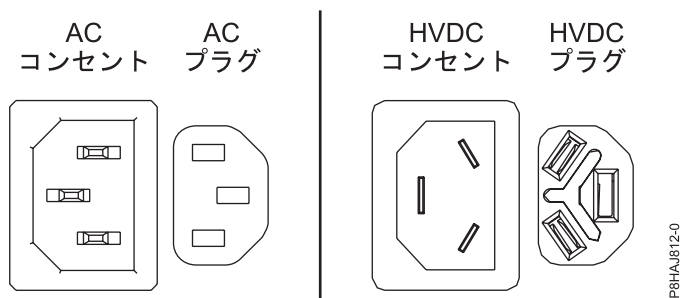
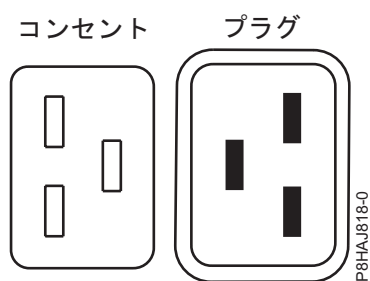
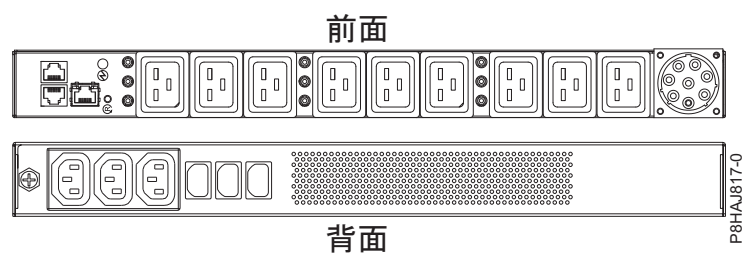

図 13. AC コネクターと HVDC コネクター
図 14. 8408-44E システムのコネクター
図 15. 8408-44E システムの PDU
45 ページの図 13 は、サポート対象の交流 (AC) コネクターおよび高電圧直流 (HVDC) コネクターを示しています。45 ページの図 14 および 45 ページの図 15 は、8408-44E のサポート対象のコネクターおよび電力配分装置 (PDU) を示しています。